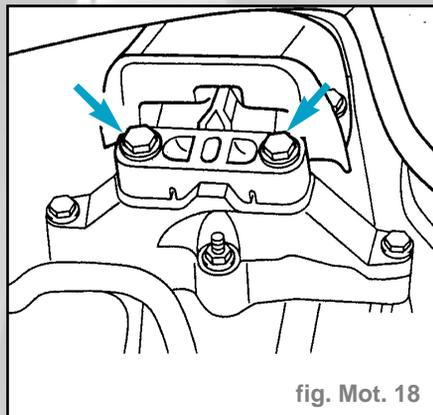

fig. Mot. 18
- Dévisser l'appui de boîte de la console de boîte (flèches) (fig. mot. 18).